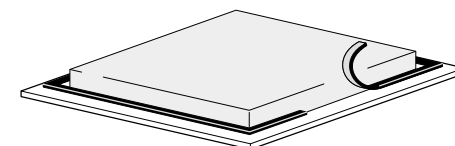
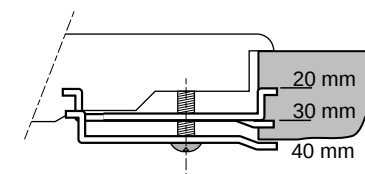

Abb. 5
Abb. 6
- Sägen Sie ein Loch mit den auf Abbildung 2 angegebenen Maßen in die Arbeitsplatte. Kleben Sie das Abdichtungsband auf die Unterseite des Kochfeldes (siehe Abb. 5) und setzen Sie das Kochfeld in die Aussparung. Befestigen Sie das Kochfeld an der Arbeitsplatte; ziehen Sie dazu die 4 Klemmen an (siehe Abb. 6).